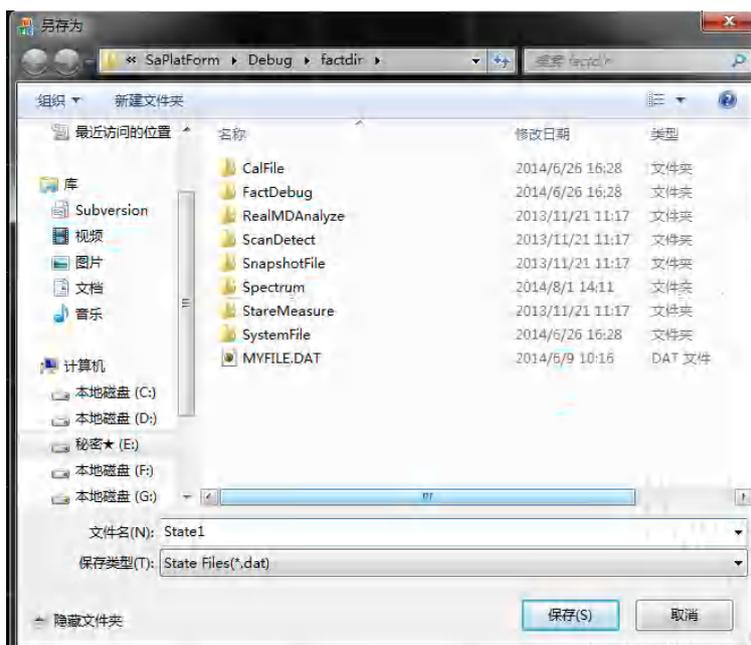

图 3.21 文件保存界面
- 按下软菜单[存储轨迹]，弹出文件另存为对话框，选择需要存储文件的路径和文件名，点击保存即可，如图 3.21 所示。该轨迹只保存了当前活动轨迹的测量结果。